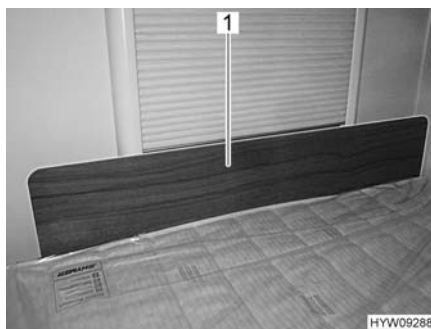

Fig. 72 Pannello di protezione/protezione anticaduta
- Inserire il pannello di protezione (Fig. 72,1) davanti alla finestra, tra il materasso e il telaio della finestra. L'effetto di serraggio del materasso mantiene il pannello di protezione in posizione, davanti al telaio della finestra.